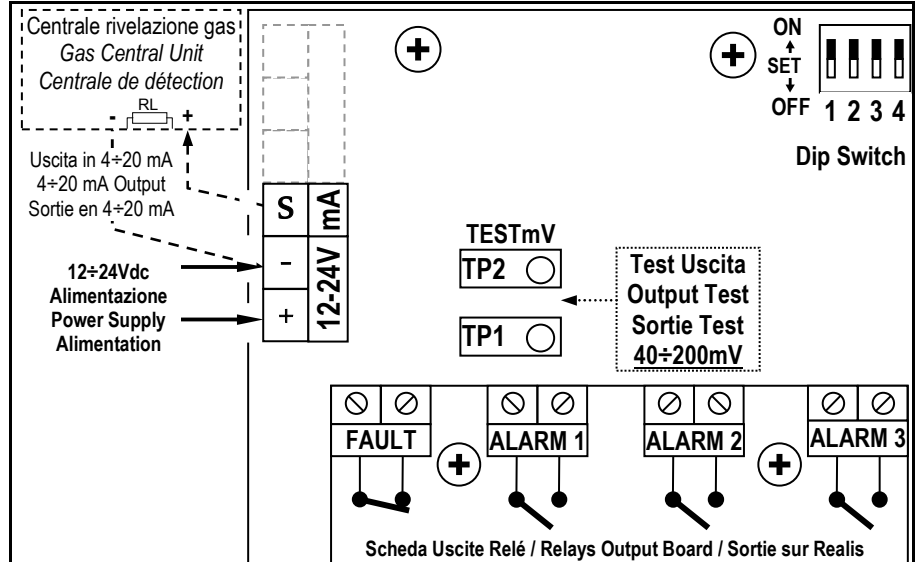
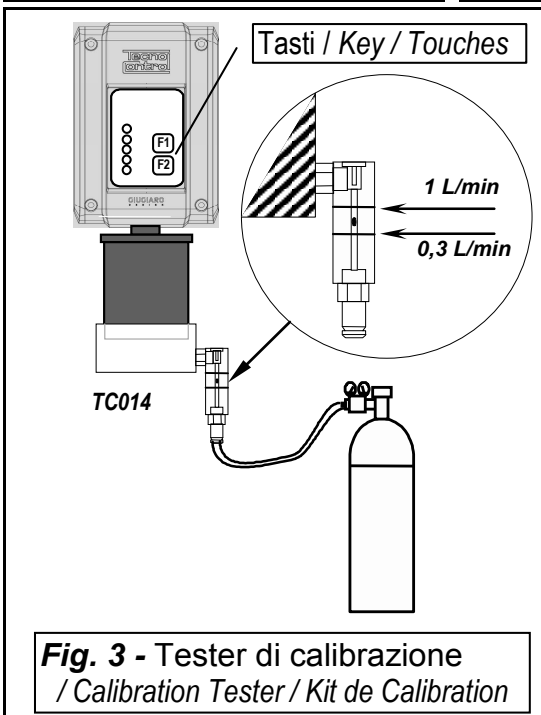

Fig. 2 - Schema di collegamento / Wiring diagram / Schéma
Fig. 3 - Tester di calibrazione / Calibration Tester / Kit de Calibration
Raccordements électriques (Fig.2): la distance maximale à laquelle chaque détecteur peut être alimenté est indiquée dans le Tableau 1 en fonction de la section du câble utilisé. Dans le cas d'alimentation de plusieurs détecteurs en parallèle, il est nécessaire de calculer la chute de tension sur les portions communes des câbles. Un câble sans écran est normalement utilisé, avec 2 conducteurs pour l'alimentation + les conducteurs pour les sorties relais.
Important: Si l'ambiance est très polluée et si l'on doute que la concentration d'oxygène soit de 20,9%, il est possible d'utiliser une bouteille d'air avec 20,9% d' O₂ ou bien d'utiliser un ballon pour gaz rempli d'air propre. Dans ce cas, avant d'exécuter le code "Étalonnage en air" coiffer la tête de détection avec le TC011, régler l'afflux de l'air, de façon à ce que le débitmètre indique environ 0,3 l/min (voir Fig.3).
Le mélange à utiliser est **15%v/v oxygène dans l'azote**. Coiffer la tête de détection avec le TC011, régler l'afflux de gaz, de manière à ce que le débitmètre indique 0,3 l/min environ, (voir Fig.3). Attendre 3 minutes environ et contrôler que le détecteur "parte en alarme" comme décrit dans le chapitre "FONCTIONNEMENT". Dans le cas de résultats différents il faut refaire l'étalonnage. Une fois terminé la "VÉRIFICATION", fermer la bouteille et enlever le TC011. Attendre 3 minutes environ le détecteur reviendra aux conditions de fonctionnement normal.
N.B.: si une sortie en mA est utilisée, vérifiez avec le voltmètre sur les points de test "TEST mA" (voir Fig.2) si une valeur d'environ 174 mV est présente, en fonctionnement normal en air (20,9% d'O₂) (Ou bien si la sortie en mA n'est pas utilisée, à l'aide des pointes de touche du milliampèremètre, directement aux bornes "S et -", vérifier que l'on obtient 17,4 mA environ). Coiffer la tête de détection avec le TC011, régler l'afflux de gaz, de manière à ce que le débitmètre indique 0,3 l/min environ, (voir Fig.3). Attendre 2÷3 minutes environ et contrôler que l'on mesure environ 136 mV (ou bien que la sortie en mA diminue jusqu'à 13,6 mA environ).